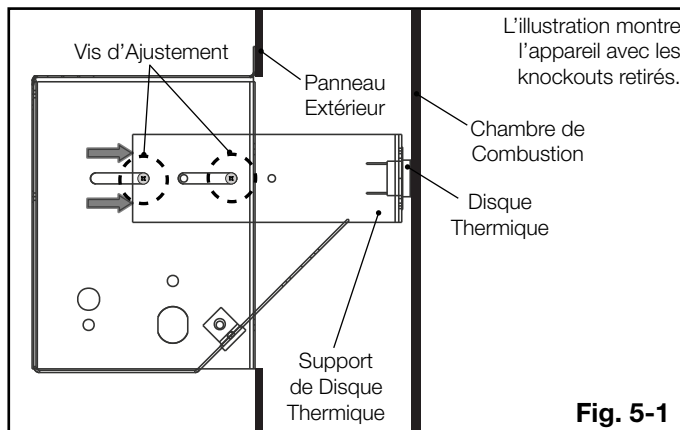

Fig. 5-1
1. Assurez-vous que le support de disque thermique est en la position correcte (**Fig. 5-1**).
5. Accédez entre le panneau extérieur et la chambre de combustion, puis faites glisser le support de disque thermique jusqu'à ce que le disque thermique touche l'arrière de la chambre de combustion (**Fig. 5-1**).